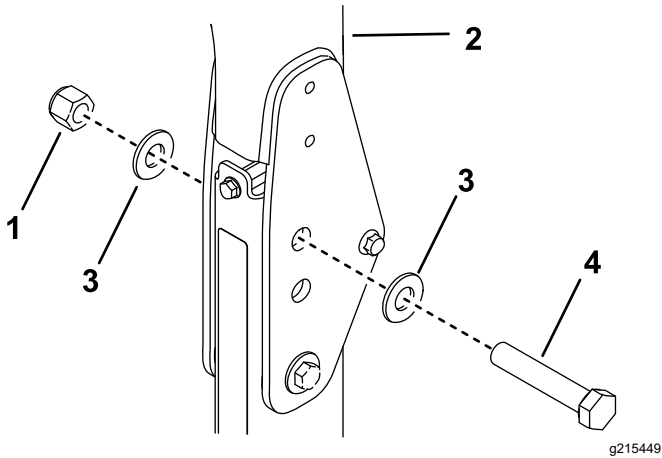

Figura 34
- Coloque una arandela (13/16" x 1½") en cada perno (¾" x 4"), según se muestra en Figura 34.
- En los taladros de donde se retiraron los pasadores, instale los pernos y las arandelas (Figura 34).
- Coloque otra arandela sobre cada perno y sujételas con una tuerca (¾"), según se muestra en Figura 34.